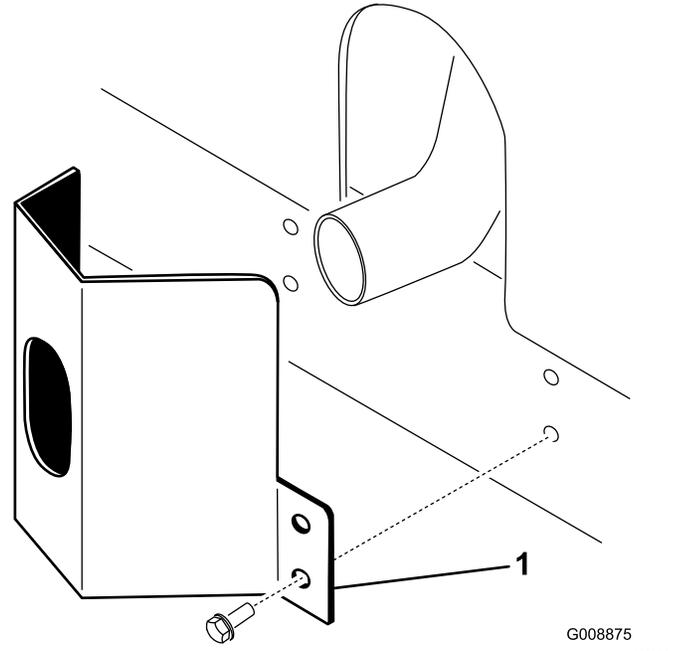

图11
- 用4个自攻螺丝将排气护罩固定到机架上图11。
- 将排气护罩放到消声器旁边同时将安装孔与机架中的孔对齐图11。